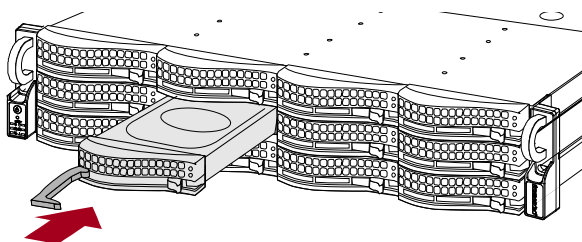

Figura 13. Inserimento dei supporti di riempimento
4. Con il pulsante spostato a destra, posizionare il gruppo unità davanti all'alloggiamento appropriato e farlo scorrere al suo interno (Figura 13) finché non oppone resistenza.